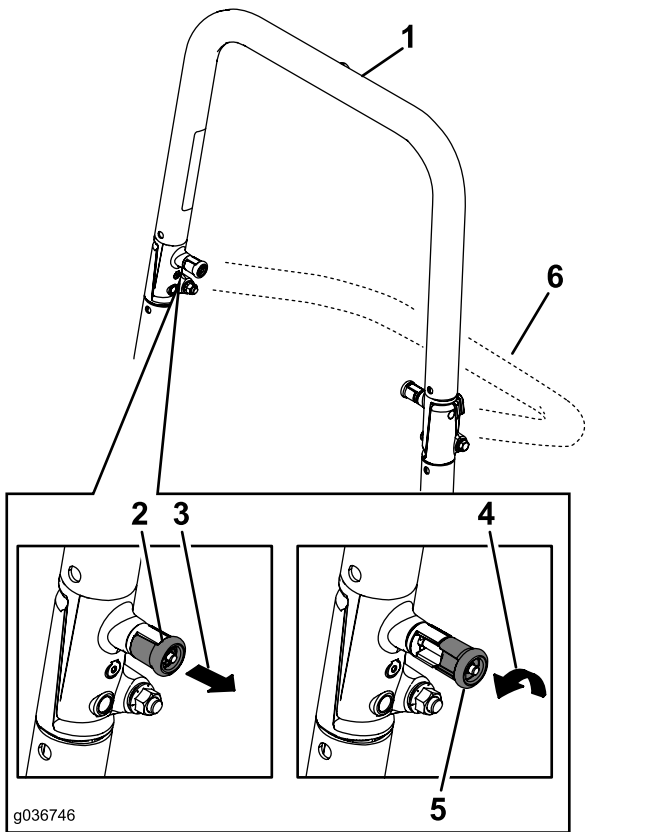
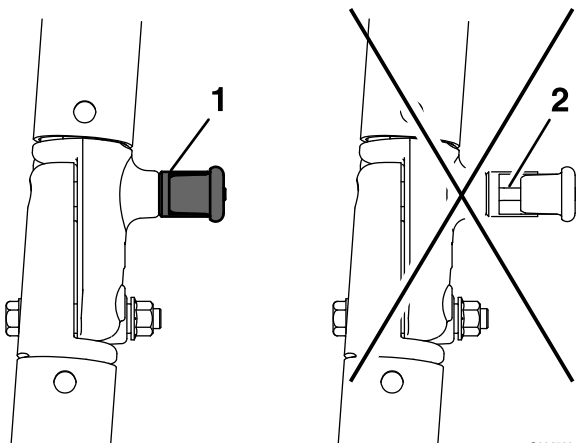

Figura 54
Figura 55
**Nota:** Può essere necessario spingere avanti o tirare indietro il collare superiore del roll bar per inserire completamente entrambe le manopole (Figura 54 e Figura 55).